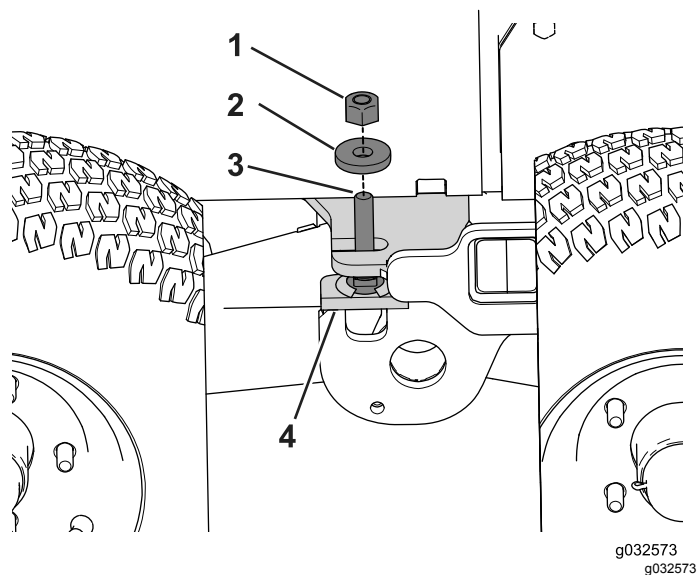

Figure 91
10. Placez le contre-écrou et la rondelle sur le goujon fileté de la butée de bogie (Figure 91).